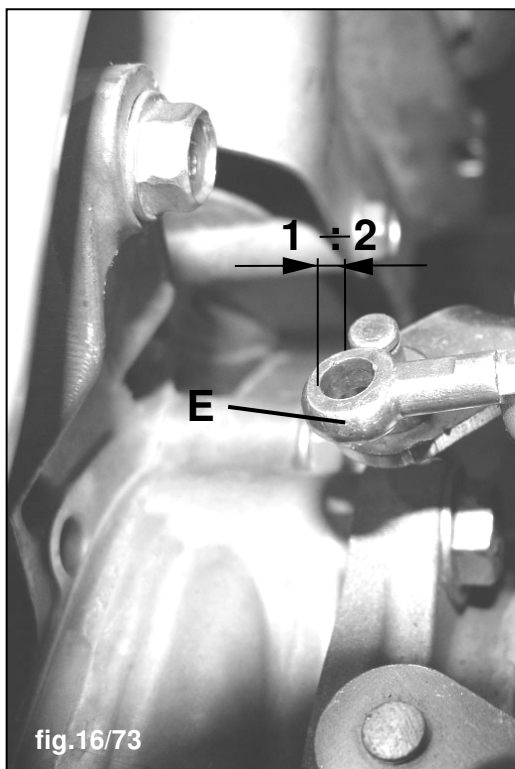

fig.16/73
3. verificare che il terminale ad occhiello più piccolo **E** (fig.16/73) terminale leva stop rossa **F** (fig.16/69) sia almeno 1 o 2 mm più lungo del perno di aggancio all'occhiello. Registrare la vite di registro **G** (fig.16/71) per ottenere la misura voluta, quindi serrare la vite di registro;
4. agganciare l'occhiello piccolo **E** (fig.16/74), calzare il seeger di fermo **H**. A questo punto la registrazione è fatta in modo corretto.
ATTENZIONE: non tentare di smontare o serrare o smuovere le viti **L** (fig. 16/72 e 16/74) senza la conoscenza del dispositivo PowerSafe®. Per eventuali interventi occorre appoggiarsi ad un Centro di Assistenza Autorizzato.